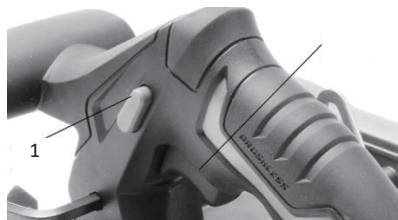

Fig. 5
6.2 Ein- und Ausschalten (Abb. 5)
- a) Starten Sie die Handkreissäge, indem Sie zuerst den Sicherheitsschalter (1) und anschließend den Ein-/Ausschalter (2) drücken.
- b) Die untere Schutzhaube (18) öffnet sich automatisch, wenn die Säge nach vorn geschoben wird. Öffnen Sie die untere Schutzhaube (18) nicht von Hand.